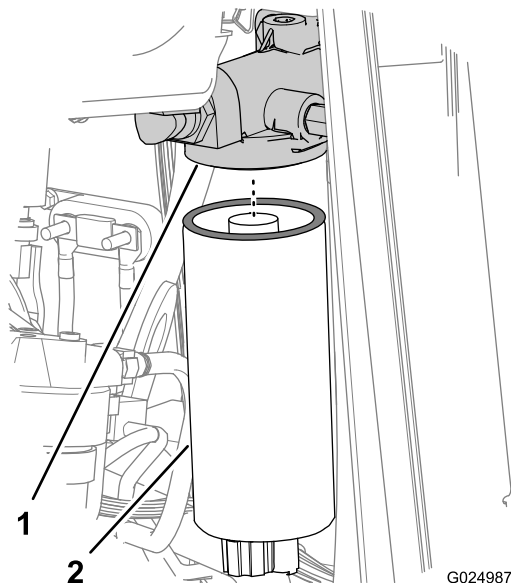
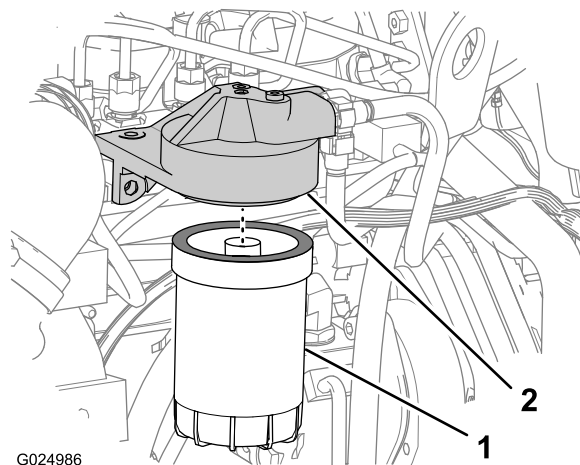

Figura 79
Figura 80
7. Allentate e rimuovete il filtro carburante principale (Figura 79).
9. Allentate e rimuovete il filtro carburante secondario (Figura 80).
1. Pulite le superfici di tenuta degli adattatori dei filtri principale e secondario (Figura 79 e Figura 80).
3. Montate il filtro carburante principale sull'adattatore del filtro e serrate il filtro fino a quando la guarnizione non entra in contatto con la superficie della testa del filtro (Figura 79).
non entra in contatto con la superficie della testa del filtro (Figura 80).